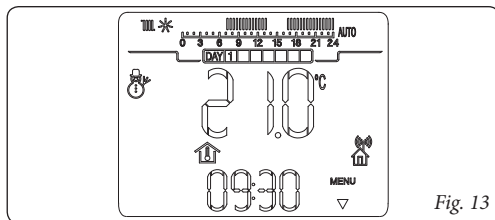

Fig. 13
- **Modalità inverno** (🔥). In modalità inverno la caldaia è abilitata per il riscaldamento ambienti. In inverno il CRONO 7 può funzionare in modo automatico o manuale per la descrizione del funzionamento vedi capitolo 5. Sul display viene visualizzato il giorno e l'ora corrente, la temperatura ambiente e la barra oraria con la programmazione giornaliera del timer riscaldamento unitamente ai relativi simboli (fig. 13).